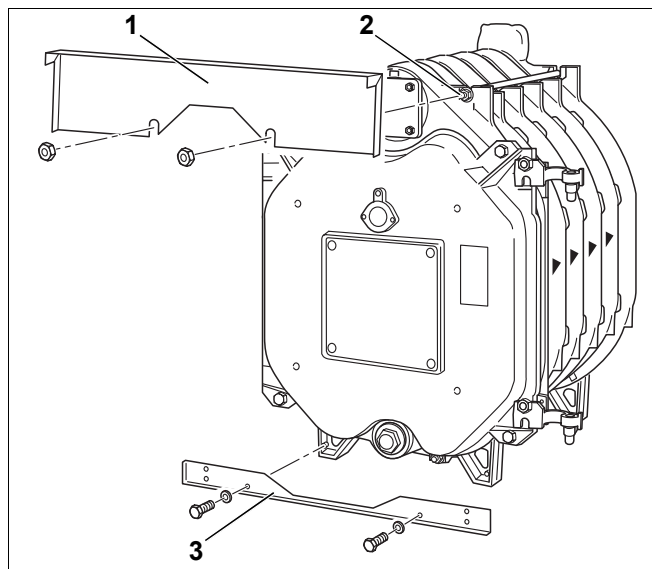

Bild 30 Montage – vordere Traversen
- ▶ Auf der Kesselvorderseite ist auf die beiden oberen Ankerstangen jeweils eine weitere Mutter zu drehen (Bild 30, **Pos. 2**).
- ▶ Die Quertraverse oben vorne (Bild 30, **Pos. 1**) jeweils zwischen die erste und zweite Mutter der Ankerstangen einsetzen und auf den Gussnocken fixieren.
- ▶ Die Quertraverse unten vorne (Bild 30, **Pos. 3**) mit zwei Maschinenschrauben an den Kesselgliedfüßen des Vordergliedes festschrauben.